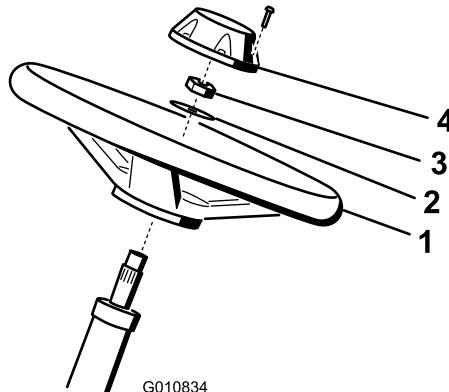

图4
1. 将方向盘滑入转向轴 (图4)。
2. 将垫圈滑入转向轴 (图4)。
3. 使用锁紧螺母将方向盘固定到转向轴上, 旋紧至 27~35Nm(图4)。
4. 将中心盖安装到方向盘上, 并用螺丝固定 (图4)。